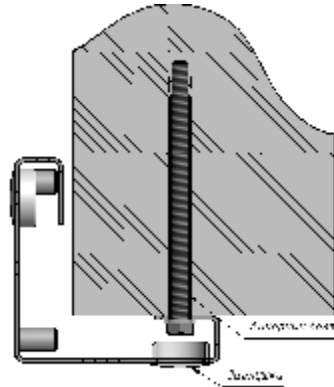

Рисунок 21
- 7.3 Зафиксировать раму в проеме при помощи анкерных болтов (рис. 21) Обеспечить жесткую фиксацию рамы в дверном проеме.